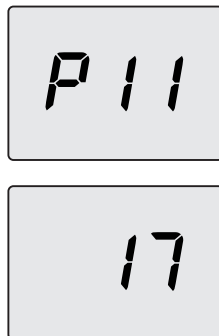

Figura 5.36
- Desplace los parámetros mediante los botones 13 o 14 hasta que aparezcan en el display LCD las letras **P11** que se alternan con el valor del parámetro, indicando que se ha entrado en el "parámetro 11" (Figura 5.36).
- Pulsando simultáneamente los botones 12 y 13 (Figura 5.34) se sale sin modificar el valor (se vuelve a la lista de parámetros (Figura 5.36)